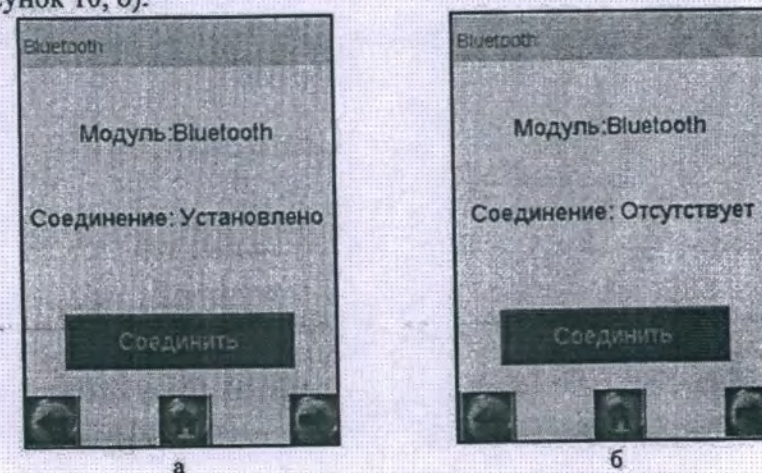

Рисунок 10 – Окно Bluetooth (возможные варианты)
2.5.8.1 Перейдите в меню «Установки пользователя» (согласно 2.5.4 настоящего РЭ), далее нажмите на кнопку «Bluetooth» (рисунок 6). На экране появится окно «Bluetooth» (рисунок 10).
- «Соединение: Установлено» – при наличии соединения с термопринтером или внешним устройством по Bluetooth (рисунок 10, а);
- «Соединение: Отсутствует» – при отсутствии соединения с термопринтером или внешним устройством по Bluetooth (рисунок 10, б).
«Bluetooth» нажмите кнопку «Соединить», через несколько секунд статус соединения изменится на «Установлено» (рисунок 10, а), в противном случае нажмите кнопку «Соединить» еще раз.